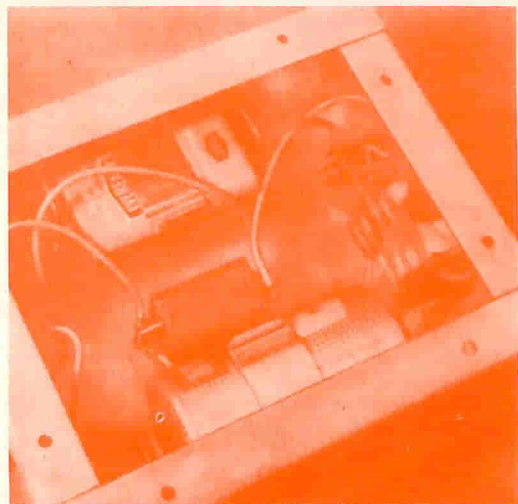

Fig. 5 - Il circuito a ponte, ad eccezione della fotocellula e della lampadina, deve essere montato con collegamenti da punto a punto.
**Costruzione del ponte** - Il circuito del ponte può essere realizzato in una scatola da 12,5 x 10 x 5 cm, come si vede nella *fig. 5*, od in un altro contenitore simile. Gli elementi del ponte (R1, R2 e R3) sono sostenuti da due basette d'ancoraggio a tre capicorda. Le due batterie si montano sui lati della scatola, l'interruttore nel pannello superiore e la presa a tre terminali, adatta alla spina del cavetto del trasduttore, su un'estremità della scatola. I collegamenti si fanno da punto a punto. L'uscita del ponte si preleva per mezzo di un cavetto schermato per BF con il conduttore centrale col-